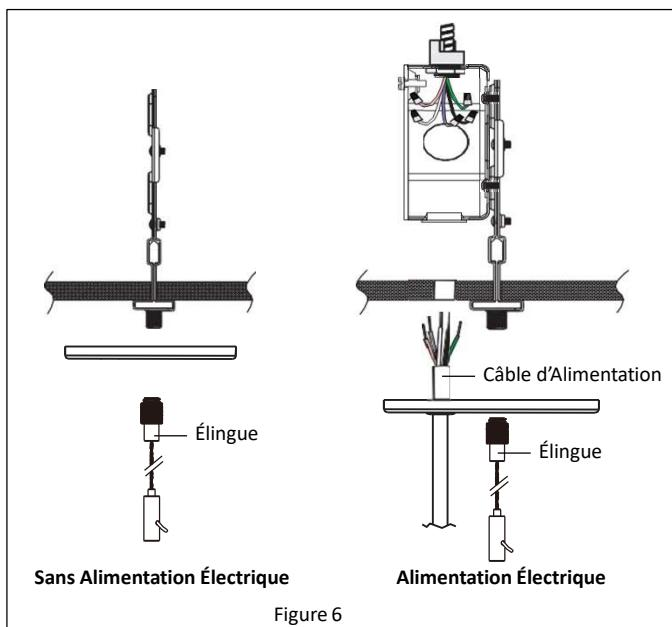

Figure 6
3. Fixez le couvercle de monture à l'aide du élingue. **Reportez-vous à la Figure 6.**